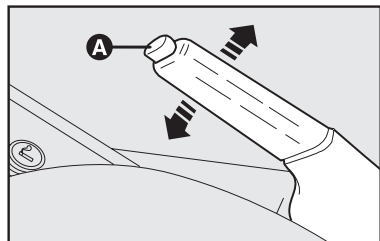

fig. 1
FRENO DE ESTACIONAMIENTO fig. 1
- 1) Levante un poco la palanca y presione el botón **A-fig. 1**.
- 2) Con el botón presionado baje la palanca. El señalador luminoso (P) se apaga.